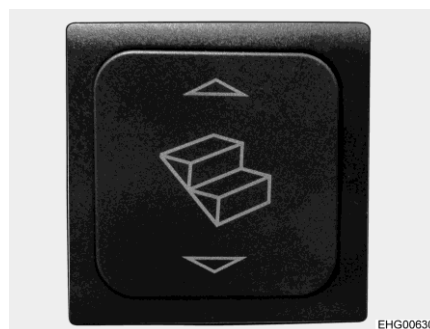

Bild 3 Wippschalter Eintrittstufe
- Ausfahren:** ■ Wippschalter (Bild 3) unten drücken, bis die Eintrittstufe vollständig ausgefahren ist.
- Einfahren:** ■ Wippschalter (Bild 3) oben drücken, bis die Eintrittstufe vollständig eingefahren ist.